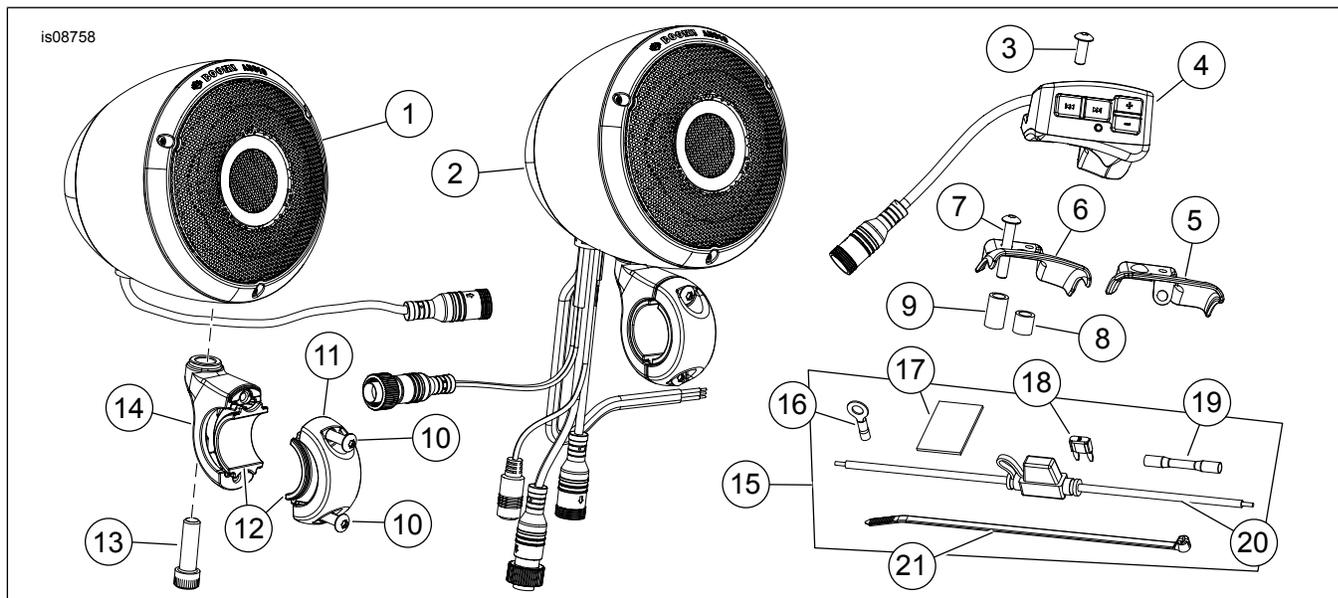

Figure 7. Pièces de rechange, Kits de haut-parleurs montés sur le guidon
- Voir Figure 7. La nacelle de haut-parleur (2) avec **cinq** connecteurs électriques se monte du côté du **frein** sur le guidon. La nacelle de haut-parleur (1) avec **un** connecteur électrique (1) se monte du côté de **l'embrayage**.
1. Voir Figure 7. Installer les haut-parleurs aux emplacements déterminés précédemment. Sur certains modèles, le câble d'embrayage doit être déplacé. Appliquer quelques gouttes de Loctite bleu sur toutes les vis de bride (10 et 13). Fixer les haut-parleurs sur le guidon à l'aide des brides (14 et 11) et des vis (10). Serrer la vis (10) au couple de 4,5 à 6,8 N m (40 à 60 lb po). Serrer la vis (13) au couple de 20 à 27 N m (180 à 240 lb po).